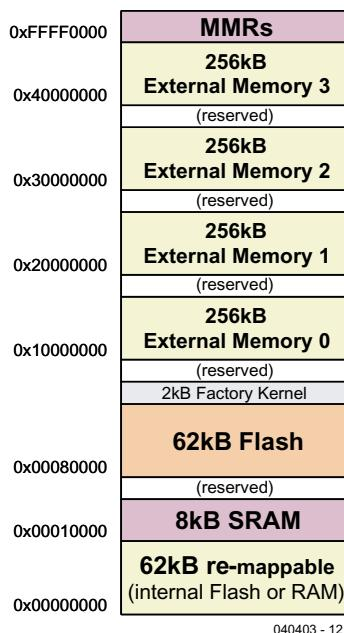

Figure 2.
– 0xFFFFFFFF), auquel on accède par des MMR (Memory Mapped Register) réservés, exactement comme pour une mémoire de données. Sur les deux modèles actuellement les plus grands, les ADuC7026 et ADuC7027, on peut, en plus, utiliser un domaine d'adresses externe de 1 Mo (**figure 2**).